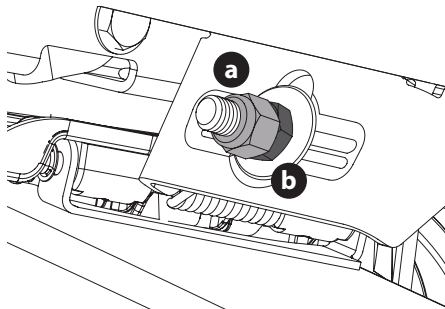

Figure 40
- Pour **relever** l'avant du plateau, retirez l'embout, desserrez le contre-écrou extérieur (a), puis serrez (vissez à l'intérieur) l'écrou intérieur (b) contre le support de suspension avant (Figure 40). Si le réglage est correct, resserrez le contre-écrou extérieur (a) et remettez l'embout en place.
- Pour **abaisser** l'avant du plateau, retirez l'embout, desserrez le contre-écrou extérieur (a), puis desserrez (vissez à l'extérieur) l'écrou intérieur (b) à l'écart du support de suspension avant (Figure 40). Si le réglage est correct, resserrez le contre-écrou extérieur (a) à 77 N-m (57 pi-lb) et remettez l'embout en place.